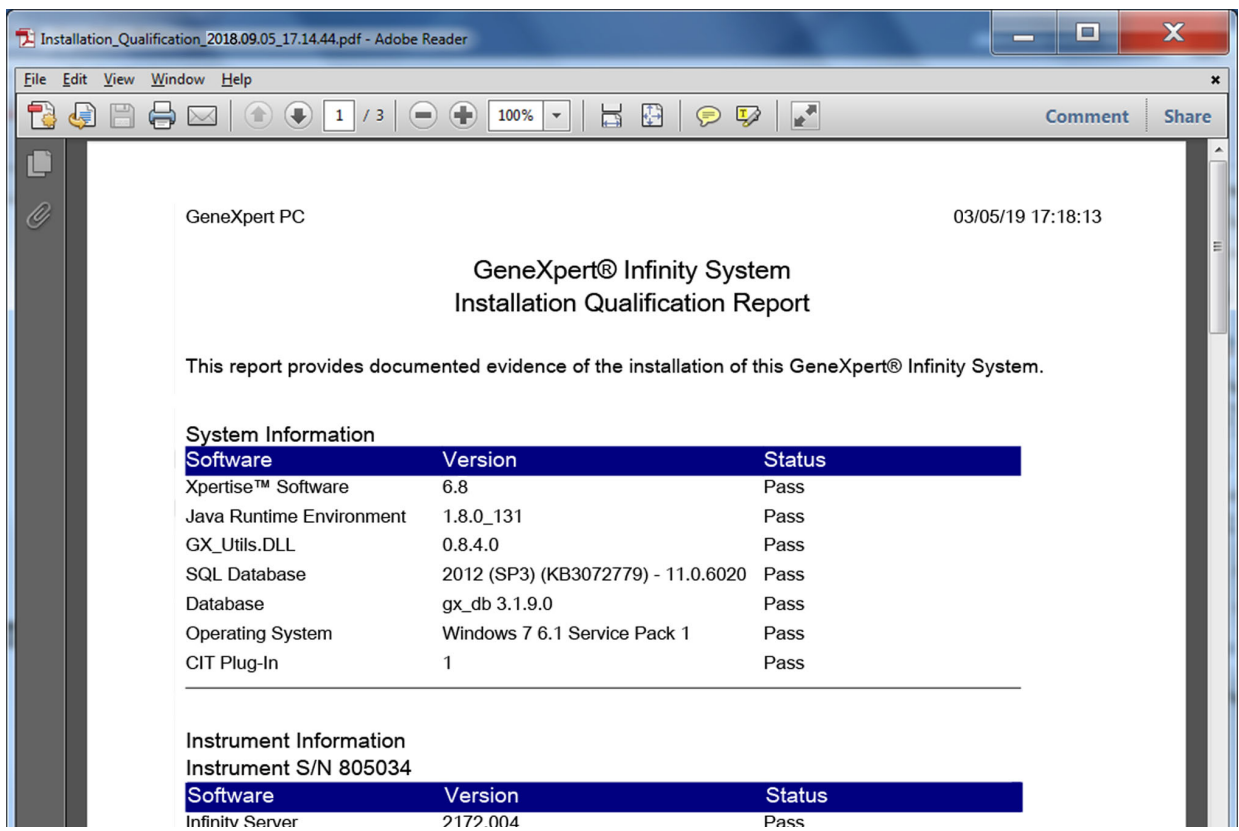

图 2-47. 以 Adobe Reader 显示的安装确认报告 (Installation Qualification Report)
- 会出现 Adobe® Reader® 窗口，并且显示 GeneXpert Infinity 系统安装确认报告 (GeneXpert Infinity 系统 Installation Qualification Report)。请参见图 2-47。